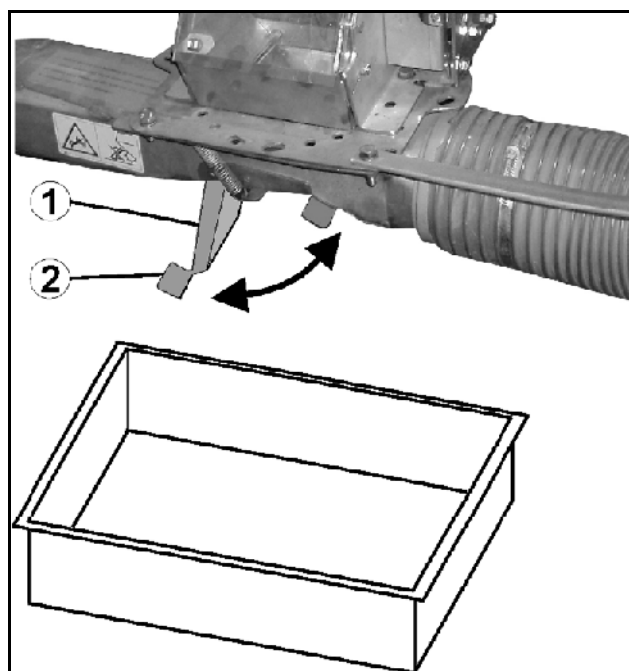

Fig. 79
- și închideți clapeta camerei de injecție (Fig. 79/2).